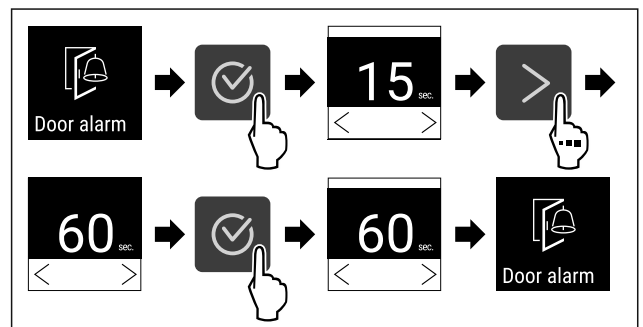

Fig. 95
- ▶ Провести етапи операцій (див. Fig. 95) .